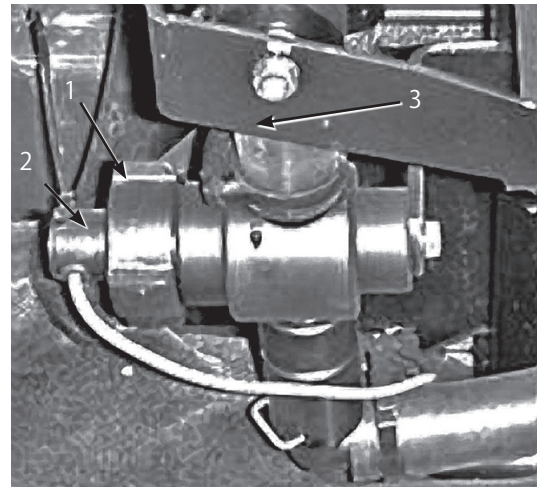

図60
1. フローメータのボディーについているリテーナ・キャップ (図60) を取る。